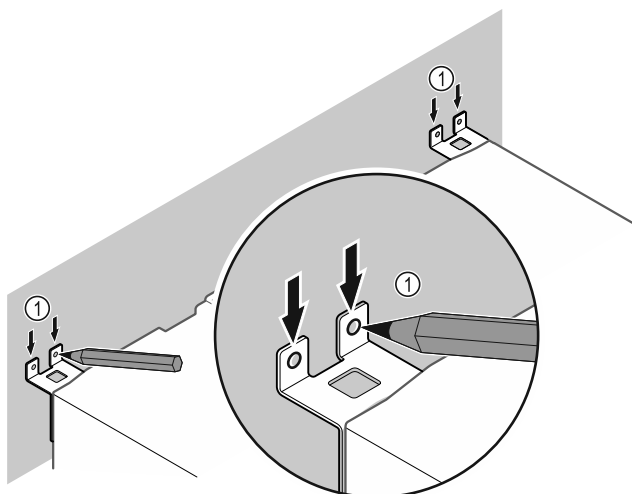

Fig. 13
- ▶ Wykonać zaznaczenia na ścianie Fig. 13 (1).